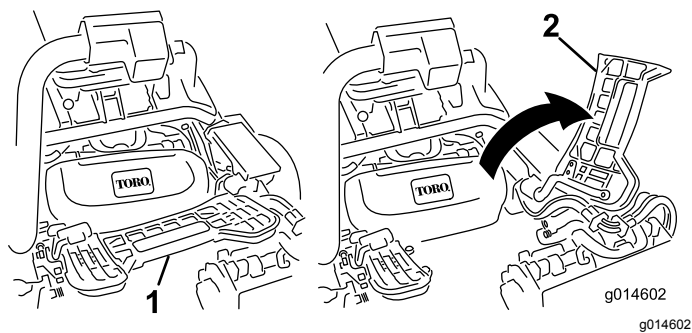

図 28
1. フットレストを跳ね上げて開き、中央カッティングユニット取り付け位置へのアクセスを確保する 図 28。